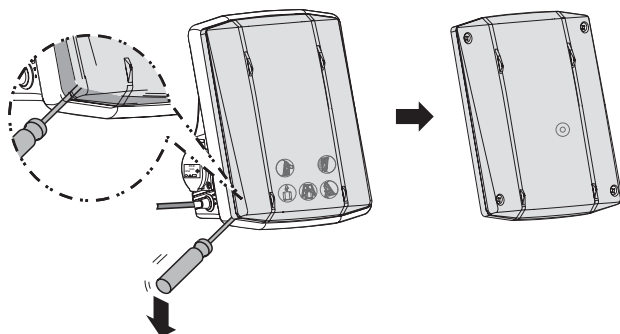

Fig. 14
5.1.2 Levante os 4 lados do revestimento de borracha, para separar a cobertura da estrutura. (Fig. 14).